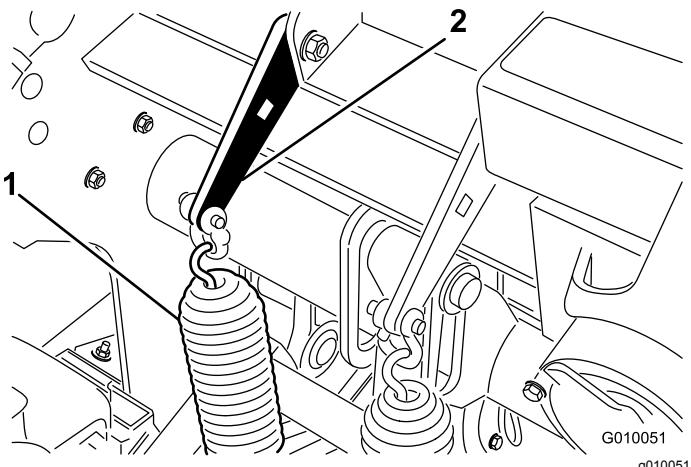

Figura 29
2. Desaperte as porcas do parafuso de carroçaria que fixam os suportes da mola à cabeça de perfuração (Figura 29). Não os retire.